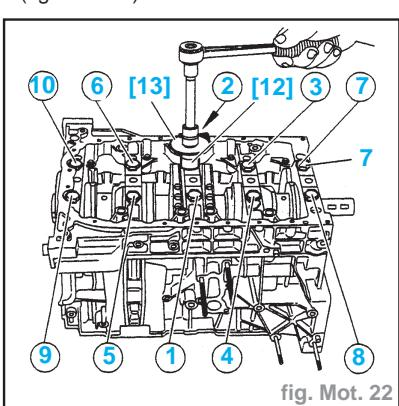

fig. Mot. 22
- le carter chapeaux de paliers de vilebrequin (8)
- les 10 vis (7)
- les 16 vis (9)
- Serrer les 16 vis (9) à $1 \pm 0,1 \text{ daN.m}$.
- Préserrer les vis (7) à $1 \pm 0,1 \text{ daN.m}$ (fig. Mot. 22).
- Desserrer et serrer les 10 vis (7) à $0,1 \text{ daN.m}$ à l'aide de l'outil [12] (douille FACOM STX12) (fig. Mot. 22).